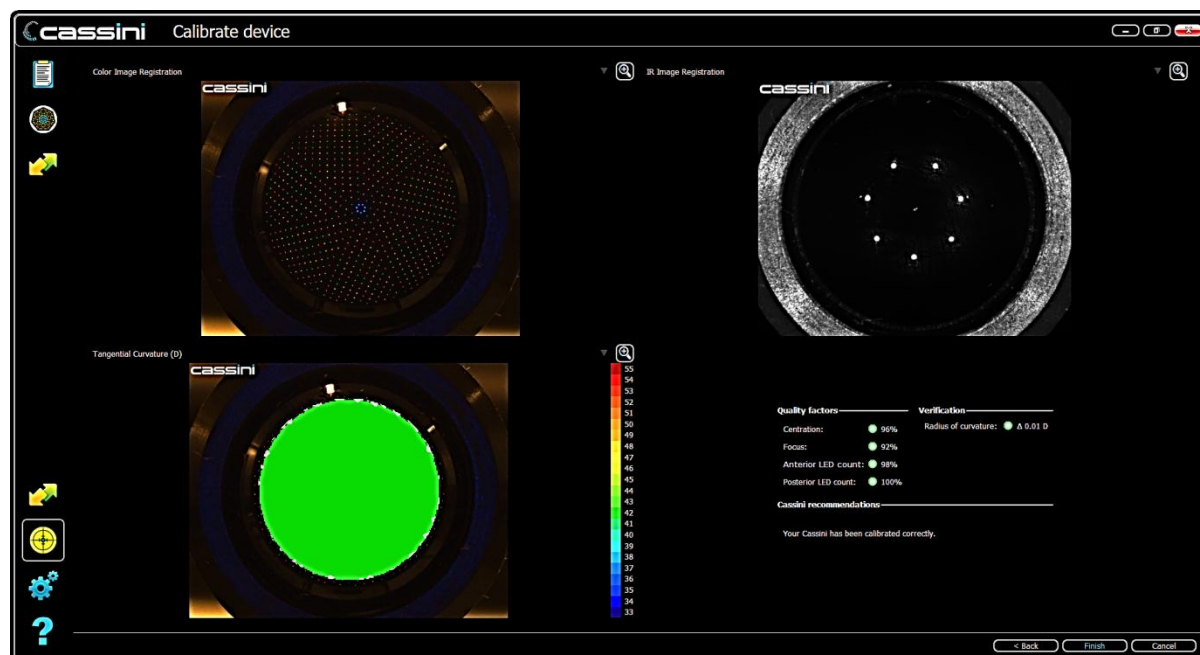

Figura 11: Verificación de calibración
- En lugar de guardar los datos de calibración, el Cassini proporciona un resumen de los datos de calibración y verifica si el radio de curvatura es correcto. El Cassini recomienda si la calibración debe guardarse o si debe llevarse a cabo alguna otra acción (**Figura 11**)